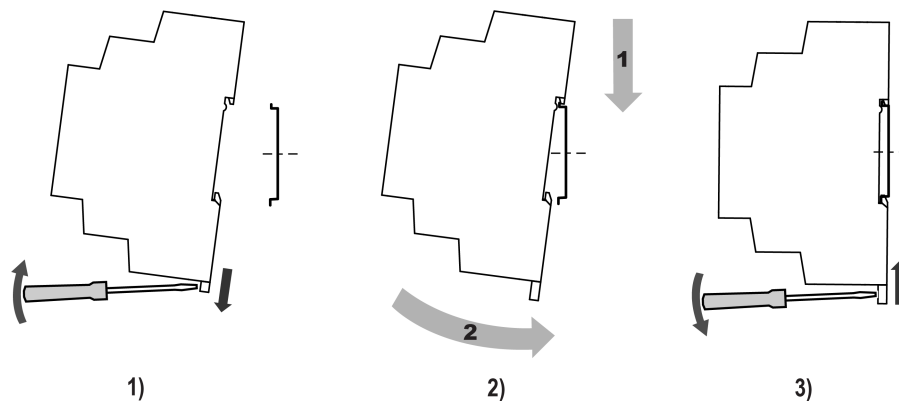

Рисунок 4.1 – Установка прибора
2. Установить прибор на DIN-рейку в соответствии с в направлении стрелки 1 (рисунок 4.1, 2);
3. Вставив отвертку в проушину, оттянуть защелку рисунок 4.1, 1).
4. Прижать прибор к DIN-рейке в направлении, показанном стрелкой 2. Зафиксировать защелку (см. рисунок 4.1, 3).